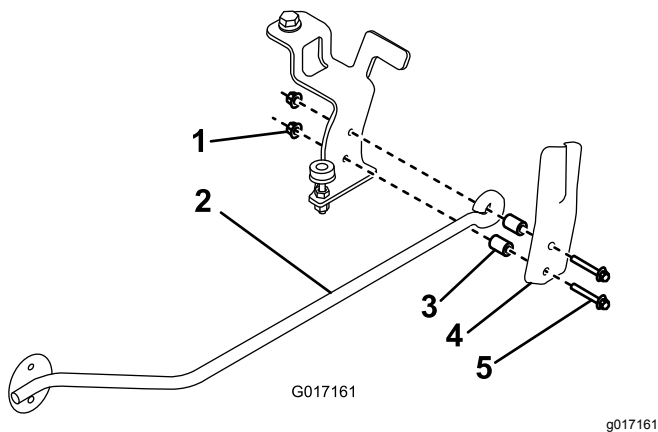

Figure 3
5. Montez un ressort et une tige sur le support de brosse avec (2) boulons (M6 x 40 mm), entretoises et contre-écrous (M6), comme montré à la **Figure 3**.